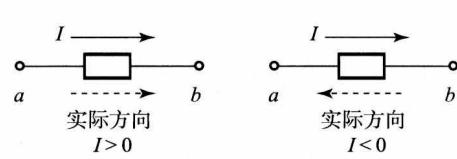

图 1-1-5 电流的参考方向及应用
- (1) 在解题前先设定一个正方向作为参考方向（图 1-1-5 所示电流  $I$  的方向）。
- (2) 根据电路的定律、定理，列出物理量间相互关系的代数表达式并计算。
- (3) 根据计算结果确定电流的实际方向：若计算结果为正，则实际方向与假设的方向（参考方向）一致；若计算结果为负，则实际方向与假设的方向相反。